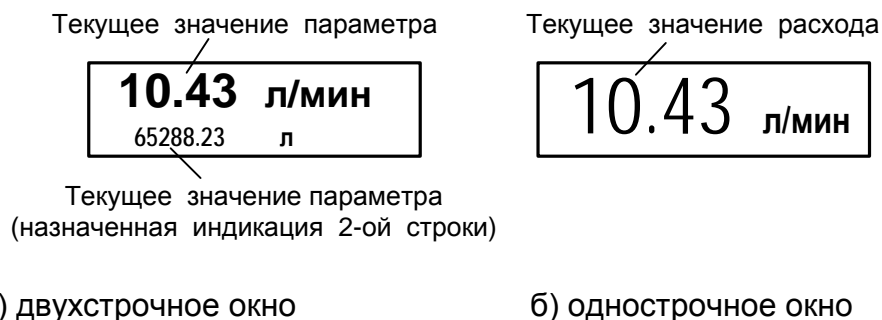

Рис.2. Вид окон укрупненной индикации измеряемых параметров.
1.1.3. Текущие значения измеряемых параметров отображаются в окне индикации меню **Измерения** (рис.Б.1). Кроме того, в расходомере предусмотрена возможность индикации значений измеряемых параметров шрифтом большего размера (рис.2).